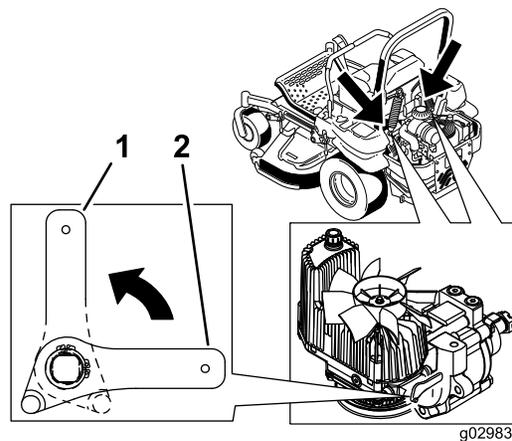

Figura 39
2. Gire las palancas de las válvulas de desvío a la posición vertical para empujar la máquina. Esto permite que el aceite hidráulico se desvíe alrededor de la bomba, dejando que las ruedas giren (Figura 39).
4. Gire las palancas de las válvulas de desvío a la posición horizontal para conducir la máquina (Figura 39).